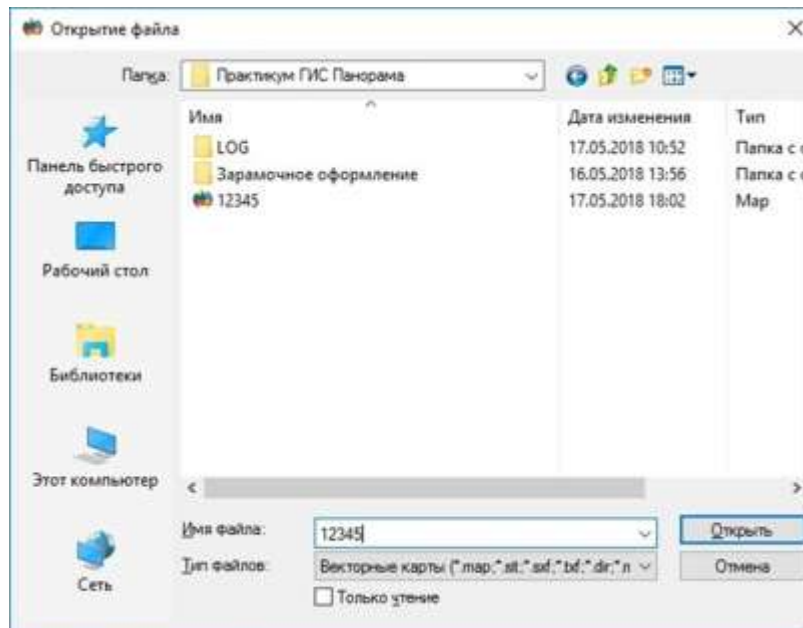
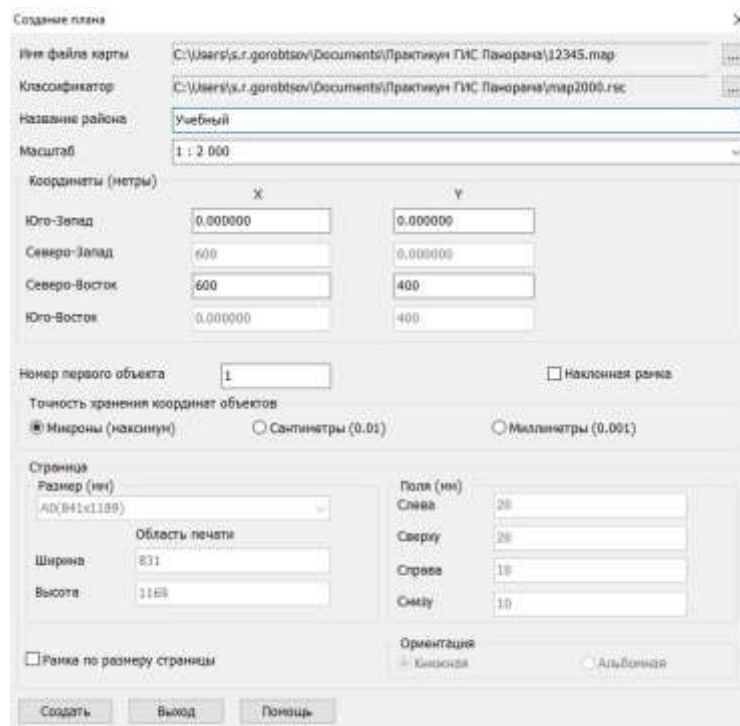

Рис. 1. Пример диалога при создании рамки плана
Рис. 2. Пример диалога при создании плана
7. Выбрать команды Меню/Файл/Создать план. На экране появится диалоговое окно, где нужно задать имя файла плана (например, Пет- ров.map, 12345.map (рис. 1)). Нажать кнопку **Сохранить**. Далее появится диалоговое окно (рис. 2), в котором следует: